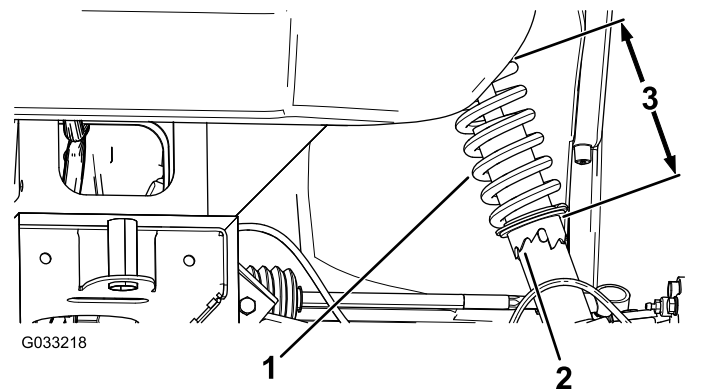

Bild 49
2. Wenn der Radsturz nicht richtig eingestellt ist, drehen Sie den Stellring am Stoßdämpfer mit einem Gabelschlüssel, um das Rad einzustellen (Bild 49).